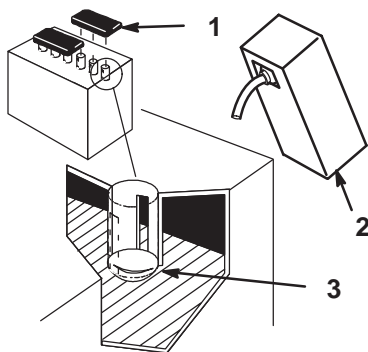

Figure 3
2. Enlevez les bouchons de remplissage de la batterie. Versez lentement de l'électrolyte dans chaque élément pour amener le niveau à la partie inférieure du tube (Fig. 3).
5. Versez lentement de l'électrolyte dans chaque élément pour amener de nouveau le niveau au trait supérieur du boîtier de la batterie (Fig. 3), puis remettez les couvercles en place.